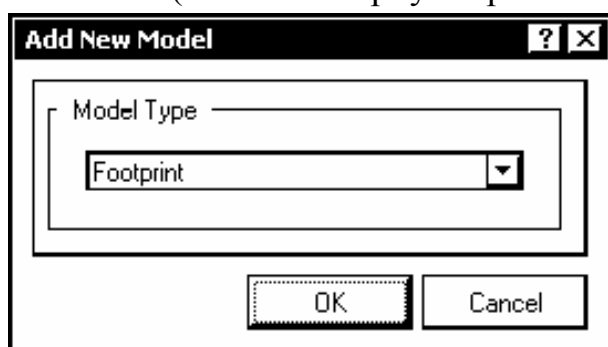
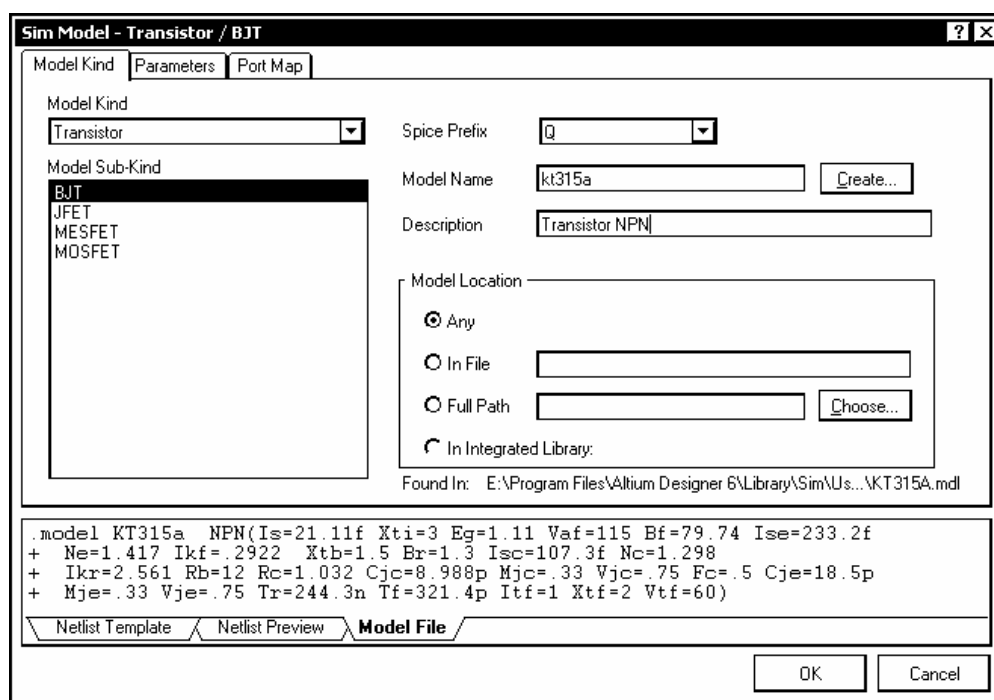

Рис. 3.13
Рис. 3.16
1. Щелчком левой клавиши мыши по кнопке Add в поле моделей плавающей панели SCH Library (см. рис. 3.6, а) активизировать процедуру присоединения модели. Открывается диалоговое окно Add New Model (рис. 3.13), в котором следует указать тип модели – Footprint.
4. Завершить процедуру подключения ТПМ кнопкой ОК в окне рис. 3.13. В поле моделей плавающей панели Sch Library отображаются сведения о подключенной модели ТПМ – его имя, тип и описание.
2. Кнопкой Add в поле моделей плавающей панели SCH Library активизировать процедуру поиска и присоединения SPICE-модели к компоненту схемной библиотеки. В диалоговом окне Add New Model (см. рис. 3.13) указать категорию модели Simulation. Откроется диалоговое окно поиска модели Sim Model (рис. 3.16).
1. Активизировать в поле моделей плавающего окна SCH Library и указать в диалоговом окне, рис. 3.13, вид модели – *Signal Integrity*. Открывается диалоговое окно *Signal Integrity Model* (рис. 3.17)/